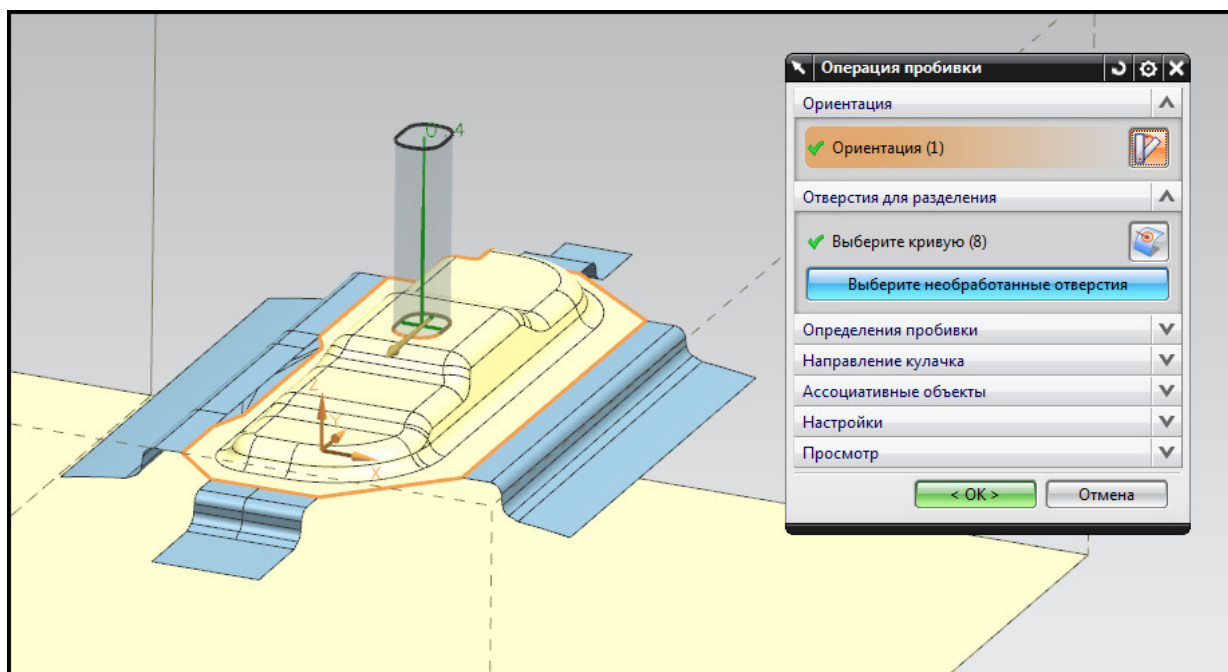

Рис. 7.28. Контур отверстия
- Воспользуйтесь инструментом **Выберите необработанные отверстия** в разделе **Отверстия для разделения**. При этом выберется единственный замкнутый контур (рис. 7.28).
На рис. 7.28 также показаны критерии технологичности операции. Зеленый цвет отрезка направления движения инструмента указывает на безопасность использования для данной операции движения ползуна в качестве движения рабочего инструмента. Угол между направлением движения ползуна и нормалью к поверхности отверстия равен 0,4.